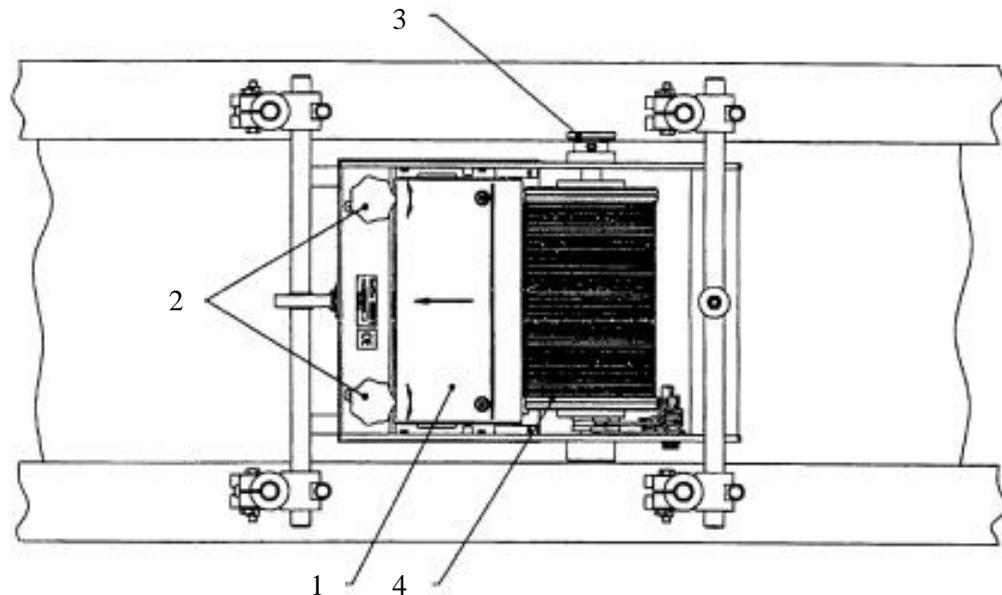

Bild 15: Herausnehmen und Wiedereinsetzen des Textringes
(siehe Bild 15)
1. Tintensystem freistellen, dazu die beiden Drehknöpfe (2) eine halbe Umdrehung drehen.
2. Tintensystem nach hinten schieben (bei Bild 15 nach links).
3. Knauf (3) nach außen ziehen.
5. Textring (4) nach oben herausnehmen.